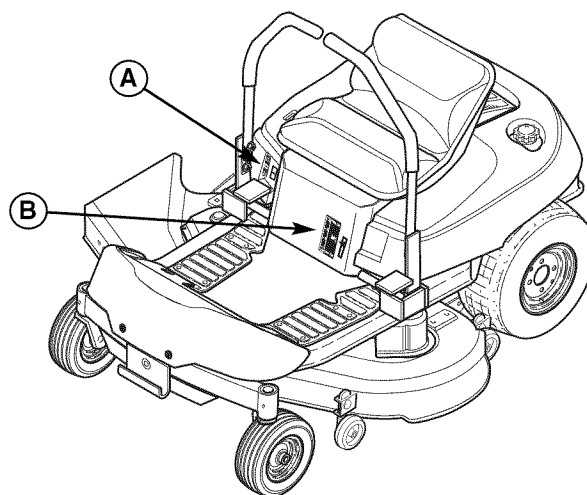

Figura 35. Ajuste de la altura de corte
Para aumentar la altura de corte de la segadora (elear la cubierta de la segadora), oprima la parte superior del ajuste de altura de corte de la segadora (A, Figura 35). Para disminuir la altura de corte de la segadora (bajar la cubierta de la segadora), oprima la parte inferior del ajuste. El rango de la altura de corte de la segadora es 9,5 a 3,8 cm (3-3/4" a 1-1/2"). El indicador de altura de corte indica la posición de la cubierta de la segadora. El indicador de altura de corte (B) se encuentra en la parte frontal del montable, justo detrás de la pierna izquierda del conductor.